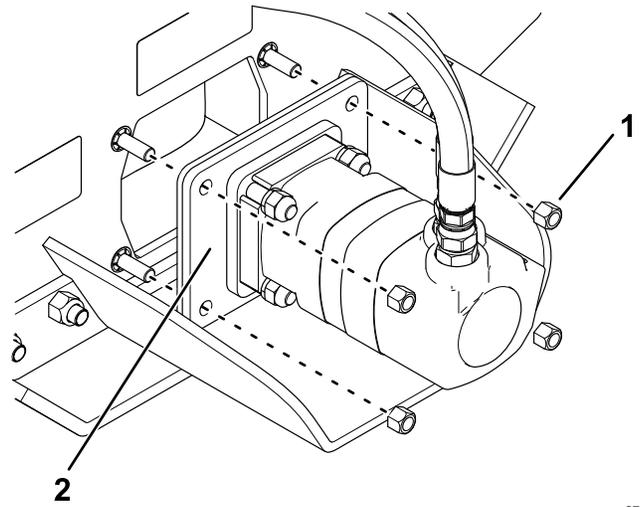

Figure 8
4. Déposez les 4 écrous (9/16 po) qui fixent le support du moteur (Figure 8). Déposez le support avec le moteur.
2. Utilisez 4 écrous (9/16 po) pour monter le support du moteur et le moteur (Figure 8). Serrez les écrous à un couple de 127 à 157 N·m (94 à 116 pi-lb).